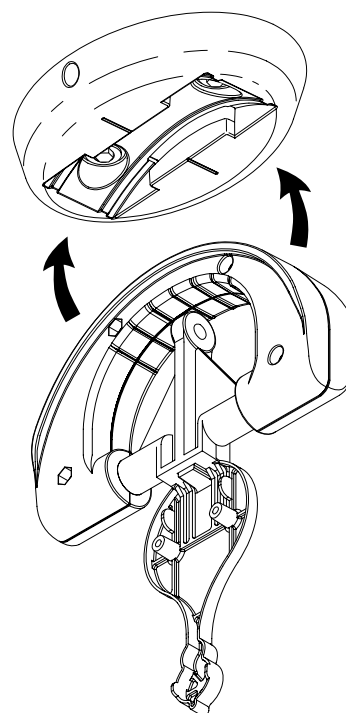

Figura 11
3. Instale la unidad del soporte de aspas girándola en el lugar a través de la ranura de la base. Figura 11